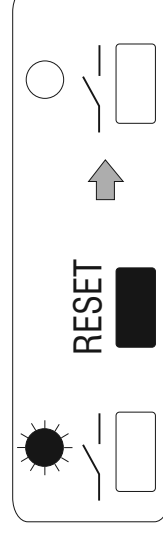

Abb. 5
- Drücken Sie kurz auf die Taste "**Reset**"; nach dem Loslassen der Taste wird die zeitlich begrenzte manuelle Auslösung wieder aufgehoben (Abb. 5).